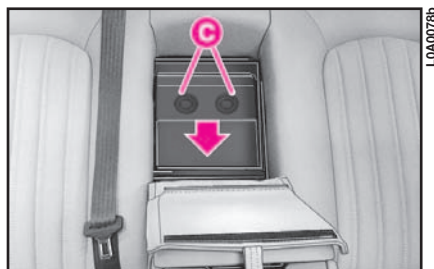

fig. 206
3) Aprire lo sportello premendo i pulsanti **C** (fig. 206).